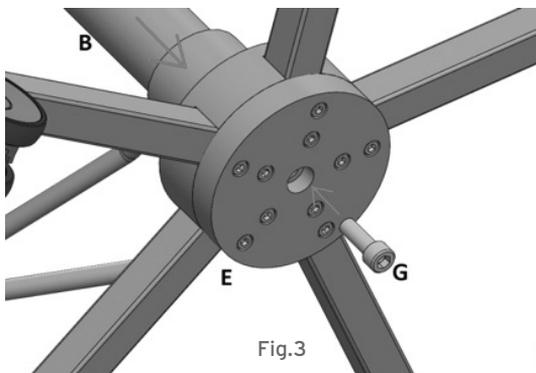

Fig.3
4. Collegare l'asta con pompa oleodinamica (rif.B) alla piastra di montaggio per base (rif.E), stringendo l'apposita vite (rif.G); (Fig.3)